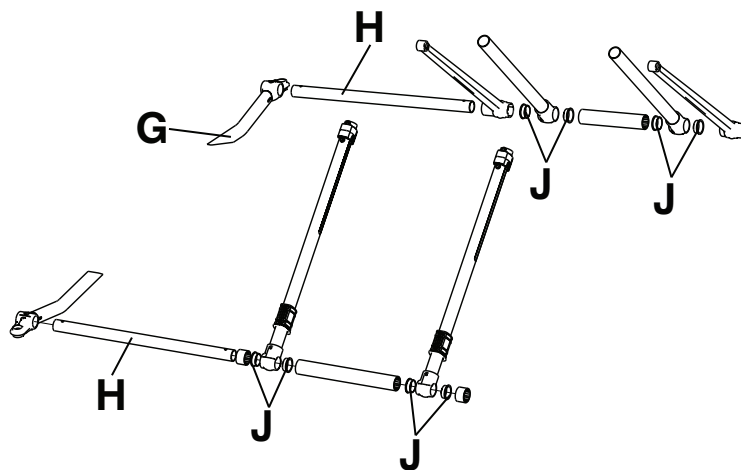

Figure 12 – Démontez le cadre en X
6. Retirer l'assemblage soudé du tube du châssis externe (G) du côté endommagé. Laisser le côté opposé pour soutenir le cadre en X (Figure 12).
7. Faire glisser les tubes du châssis du pied (H) à travers les pieds du cadre en X pour desserrer le cadre en X (Figure 12).
8. Retirer le tube interne et conserver les bagues (J) pour les réutiliser sur le nouveau tube (Figure 12).